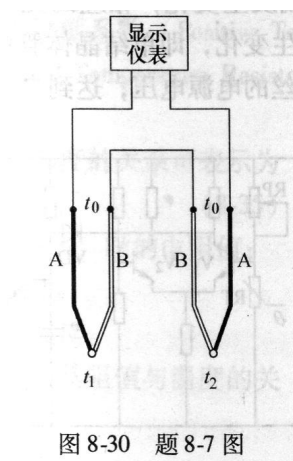

图 8-30 题 8-7 图
8.7 用两只 K 型热电偶测量两点温度差，其连接电路如图 8-30 所示。已知 $t_1 = 420^\circ\text{C}$ ，